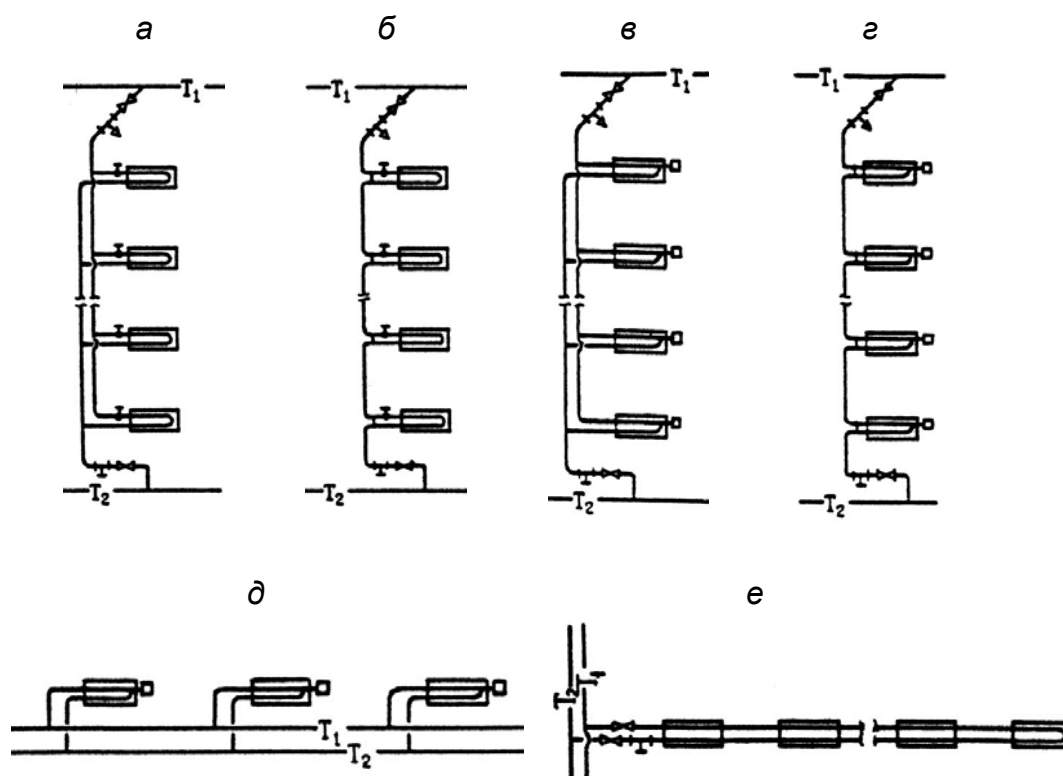

Рис. 1.42. Принципиальные схемы присоединения настенных конвекторов «Atoll» к системам отопления
1.17. На рис. 1.42 представлены наиболее распространённые в отечественной практике схемы вертикальных и горизонтальных систем отопления.
1.20. Согласно данным ООО «Витатерм» при традиционном расположении термостата или ручного регулятора на верхней боковой подводке (см. рис. 1.42 а, б) в случае полного закрытия регулирующей арматуры остаточная теплоотдача конвектора с номинальным тепловым потоком около 1 кВт при условном диаметре